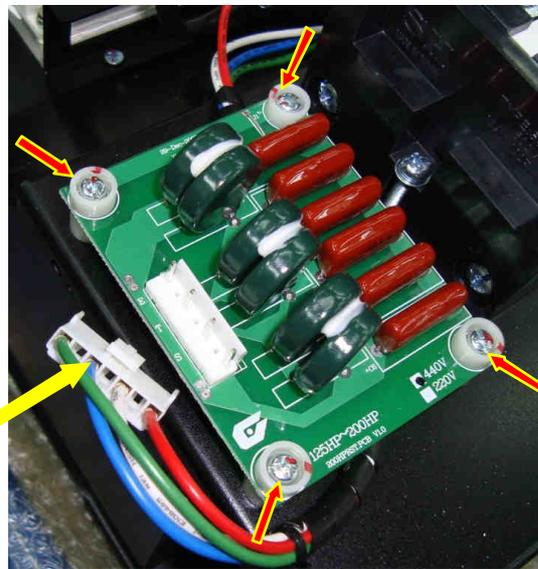

Рис. 7.30.
7.15.1. Установить плату варисторов на корпусе и закрепить ее винтами 4 шт. Соединить разъем с контрольными проводами с ответной частью разъема на плате (рис. 7.30).